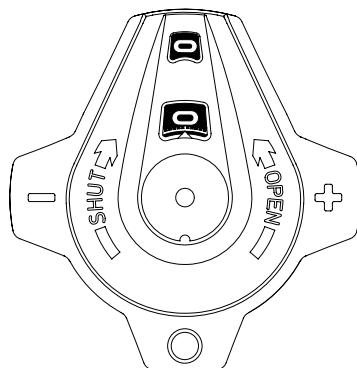

Fig. 2
- 2. Ventilen åbnes 2,3 omdrejninger** (Fig. 2)
Hvis man skal kontrollere forindstillingen, lukker man ventilen, og indikeringen skal da stå på 0,0 (Fig. 1). Derefter åbnes ventilen indtil stop. Talskalaen angiver da forindstillingsværdien, i dette tilfælde 2,3 (Fig. 2). Hvis håndhjulet kan drejes, så tallene viser 4,0, er ventilen ikke forindstillet (Fig. 3).